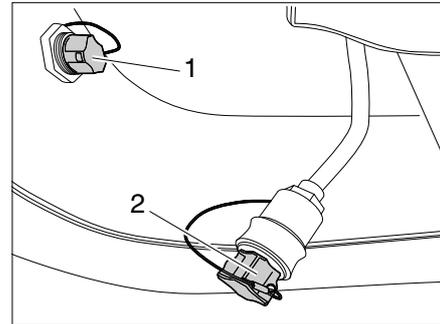

Bild 56 Schutzkappen aufschrauben
- Auf Stecker und Buchse der Elektroverbindung Schutzkappen schrauben (Bild 56,1 und 2).